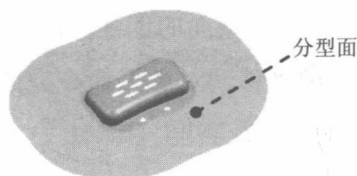

图 1.13 创建分型面
Step4. 单击**确定**按钮，完成分型面的创建，创建的分型面如图 1.13 所示。